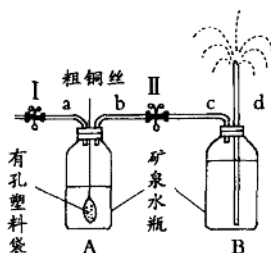

图 2
(1) 将锌粒装入有孔塑料袋中并固定在粗铜丝上，将稀硫酸装入 A 饮料瓶，塞紧橡皮塞。
(2) 用粗铜丝将有孔塑料袋浸入稀硫酸中，锌与硫酸反应产生氢气。
(3) 打开止水夹 I（敞开状态），约一分钟后（排出 A 瓶和导管 a 中的空气）再关闭止水夹 I，同时打开止水夹 II，因氢气的生成使 B 瓶中压力增大，观察到 B 瓶中 d 管顶端出现喷泉现象。（如图 2 所示）